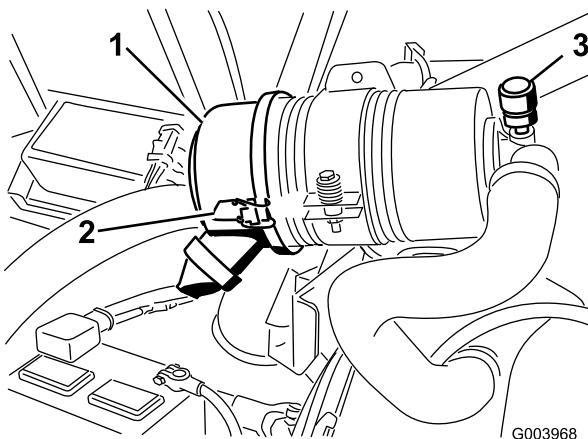

Figure 59
Faites l'entretien du filtre à air uniquement quand l'indicateur de colmatage (Figure 59) indique que cela est nécessaire. Changer le filtre à air prématurément ne fait qu'accroître le risque de contamination du moteur par des impuretés quand le filtre est déposé.
- Desserrez les fixations qui maintiennent le couvercle sur le corps du filtre à air (Figure 59).